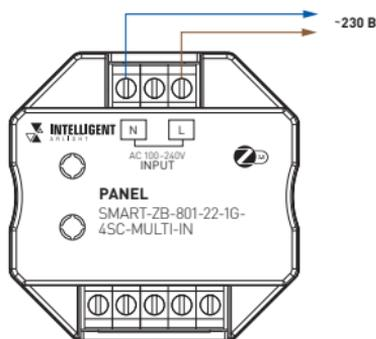

Рис. 1. Схема подключения панели SMART-ZB-801-22-1G-4SC-MULTI-IN
- 3.2. Присоедините розетку к обесточенной сети AC 230 В согласно схеме на рис. 1. Соблюдайте маркировку проводов при подключении: коричневый — L, фаза; синий — N, нейтраль.